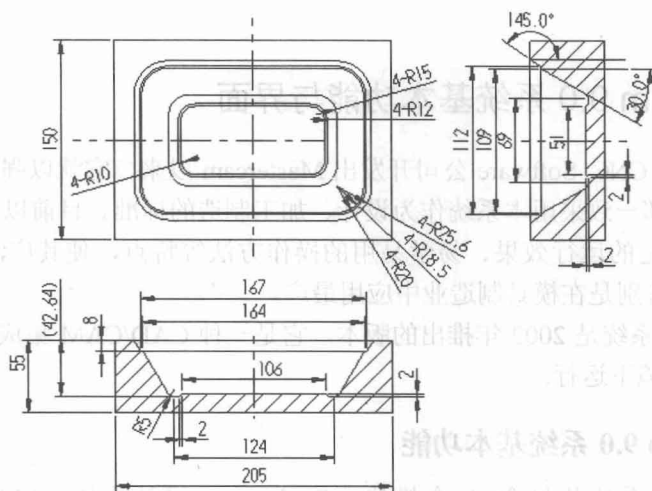

图 1-1 零件图
零件图样和加工工艺分析是数控编程的基础，主要内容包括：① 分析零件的几何形状、尺寸、公差及精度要求；② 确定零件相对机床坐标系的装夹位置及被加工部分所处的坐标平面；③ 选择刀具并准确测定刀具有关尺寸；④ 确定工件坐标系、编程原点，找正基准面以及对刀点；⑤ 确定加工路线；⑥ 选择合理的加工工艺参数，零件图如图 1-1 所示。